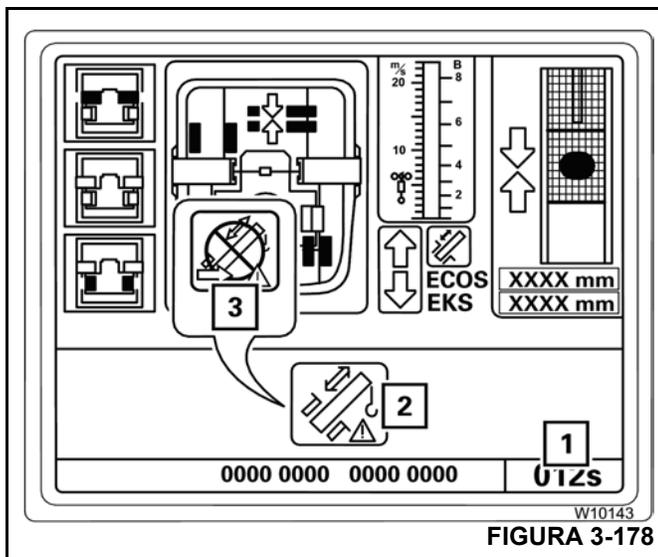

FIGURA 3-178
6. Se abre el submenú de telescopización; consulte la Figura 3-178.